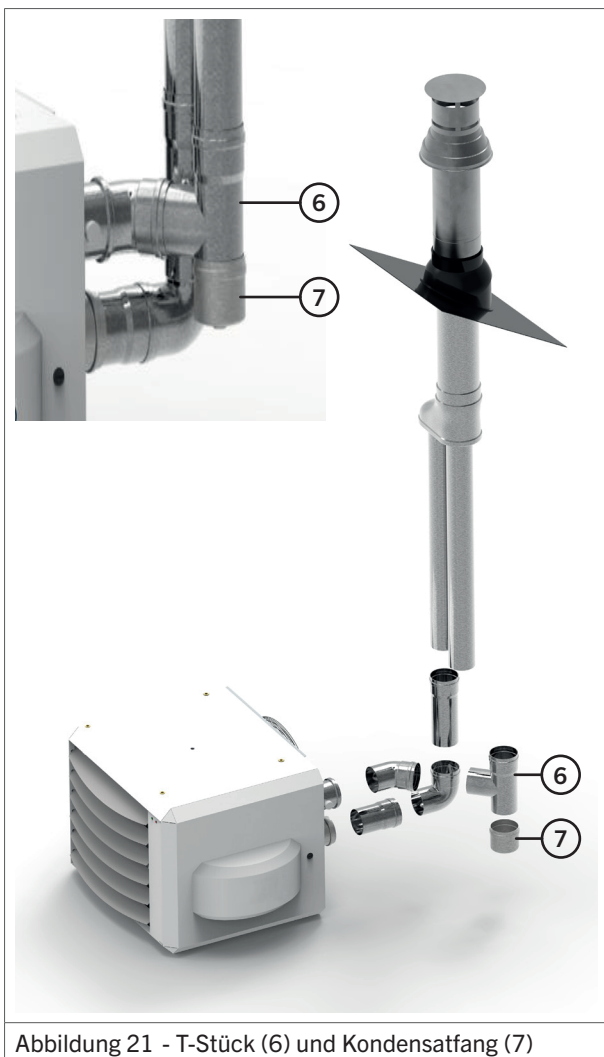

Abbildung 21 - T-Stück (6) und Kondensatfang (7)
- Setzen Sie ein T-Stück (Abb. 21) ein.
- Setzen Sie einen Kondensatfang (Abb. 21) ein.